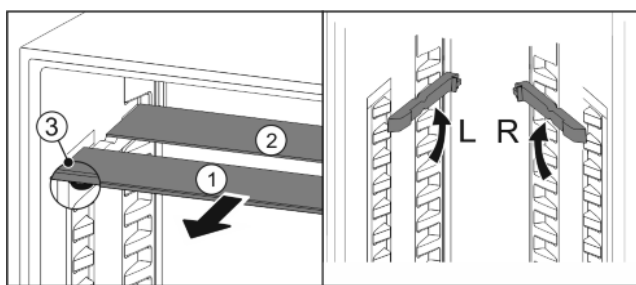

Fig. 22
- ▶ Wyciągnąć Fig. 22 (1) pojedynczo półki szklane do przodu.
- ▷ Szklana płyta Fig. 22 (1) ze stoperami znajduje się z przodu.
- ▷ Stopery wskazują w dół Fig. 22 (3).